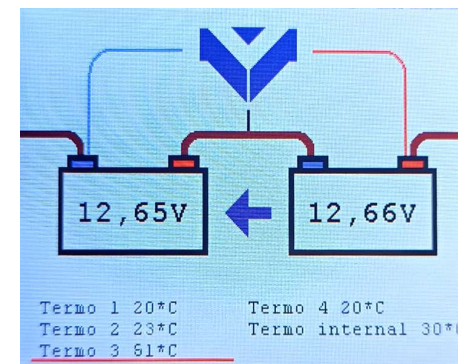

Рис.5. Индикатор балансира
- на дисплее сработавший термодатчик подсвечивается красной линией (рис.5). После нормализации температуры для сброса отметки необходимо кратковременно нажать нижнюю кнопку.